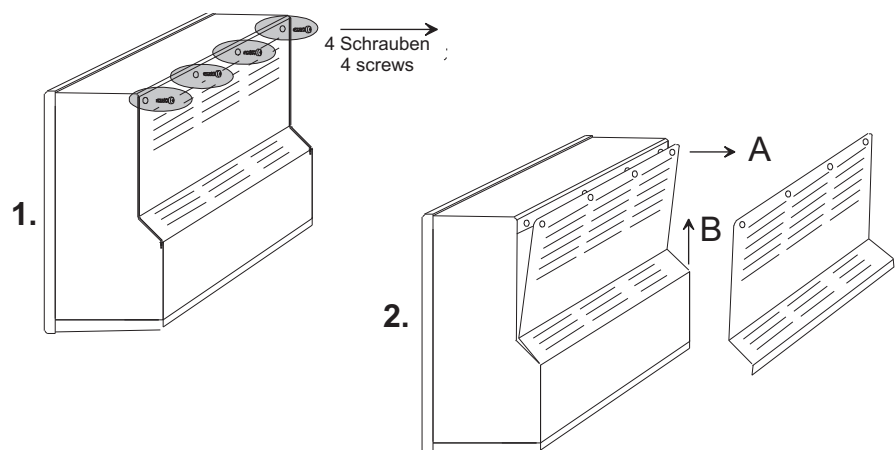

Bild 4-2: Entfernen des rückseitigen Abdeckblechs
3. Entfernen Sie nach dem Lösen der vier Befestigungsschrauben auf der Geräterückseite das Abdeckblech. (Bild 4-2)